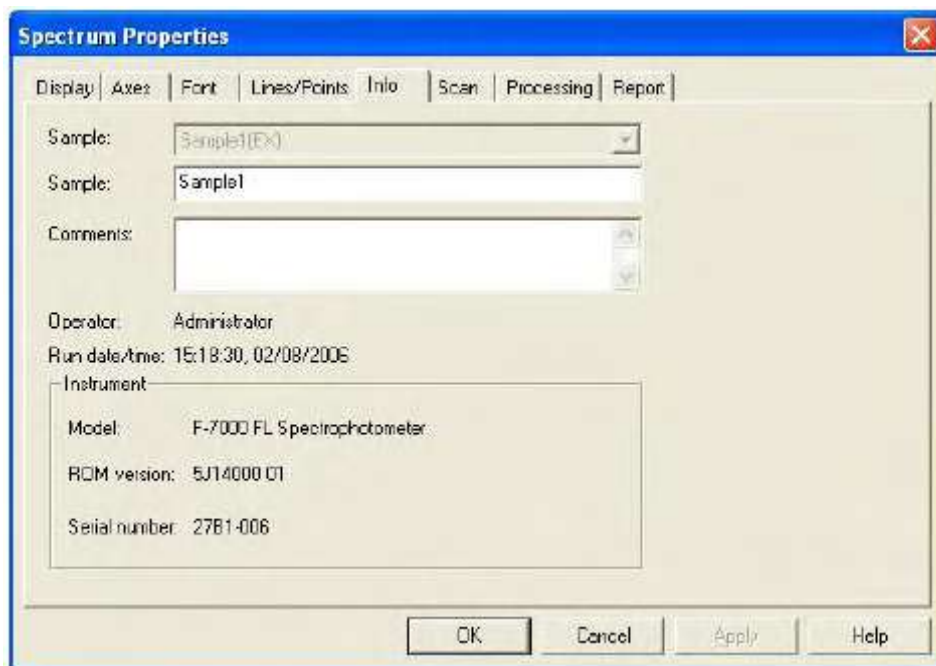

Рис. 7-50
- (1) Откройте файл данных, который хотите переименовать (смотрите главу 7.1.)
- (2) Нажмите кнопку  на панели инструментов «Спектр» для открытия вкладки «Информация». Появится диалоговое окно для ввода имени/комментария выборки.
- (3) Нажмите кнопку  («Свойства») на панели инструментов «Обработка». Появится окно «Свойства спектра». Нажмите вкладку «Информация». Эта вкладка показана на рис. 7-50 (также можно открыть окно «Свойства спектра», посредством выбора команды «Свойства спектра» из меню «Правка»).